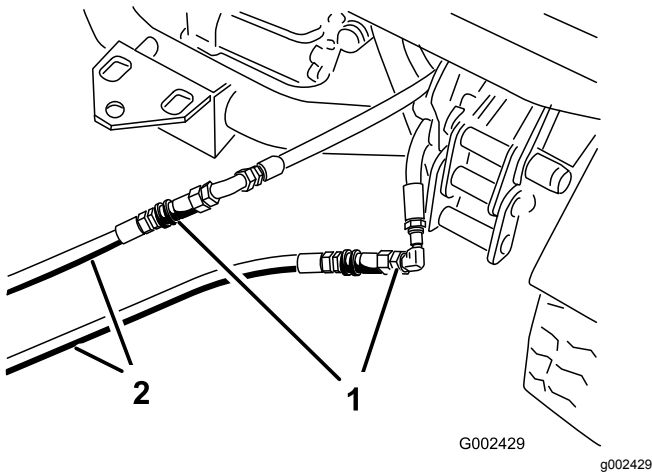

Figura 84
3. En la máquina inmovilizada, conecte las dos mangueras de interconexión a las mangueras que fueron desconectadas (Figura 84).